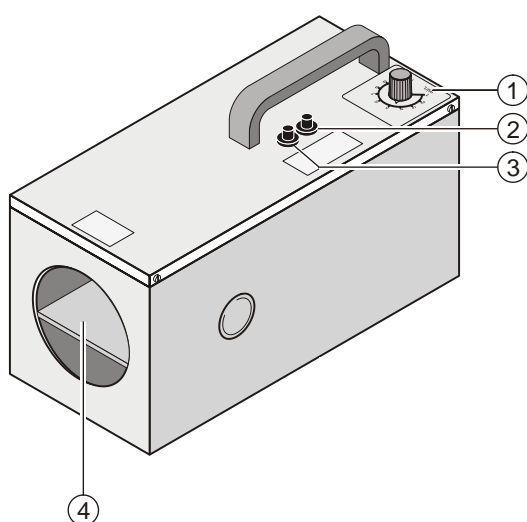
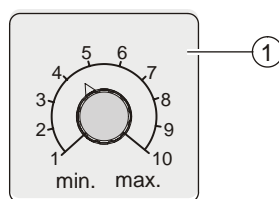

Fig. 1
Fig. 2
1. Adjust the light intensity on the potentiometer (Fig. 1, Fig. 2, [1]).
3. Switch on the continuous light with button (Fig. 1, [2]).
To do this press the button (Fig. 1, [3]) 'Flashing light'. It should now be possible for the light to emerge.
5. Switch on the flashing light with the button (Fig. 1, [3]).
1. Stellen Sie am Potentiometer (Fig. 1, Fig. 2, [1]) die Lichtintensität ein.
3. Schalten Sie mit Taster (Fig. 1, [2]) Dauerlicht ein.
Prüfen Sie, ob das Flügelrad den Lichtaustritt verhindert. Betätigen Sie hierzu den Taster (Fig. 1, [3]) 'Blinklicht'. Der Lichtaustritt sollte nun möglich sein.
5. Schalten Sie mit dem Taster (Fig. 1, [3]) Blinklicht ein.